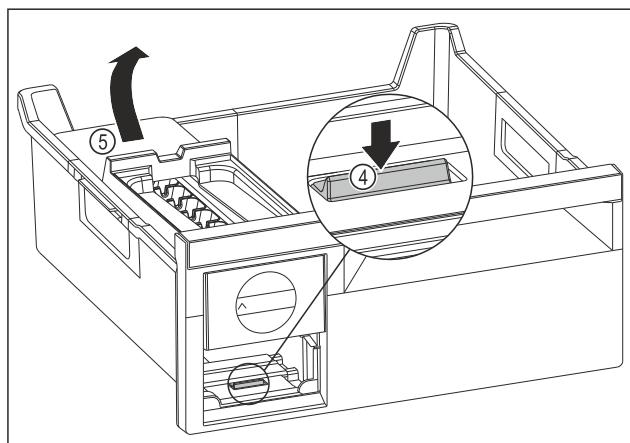

Fig. 131
- Изваждане на корпуса на EasyTwist-Ice: Натиснете езичето Fig. 131 (4) с пръст надолу и едновременно с това с другата ръка повдигнете корпуса на EasyTwist-Ice Fig. 131 (5) отзад.